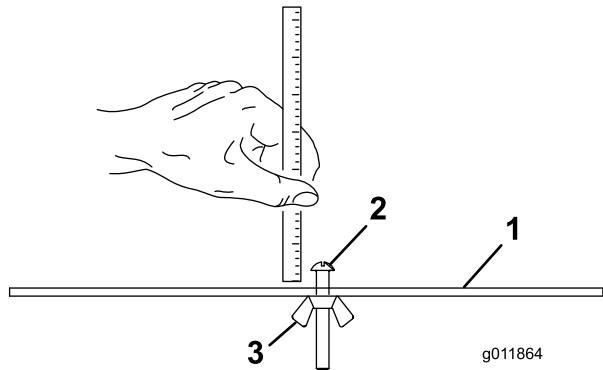

Figura 18
2. Afloje la tuerca de la barra de ajuste (Figura 18) y ajuste el tornillo para la altura de corte deseada.